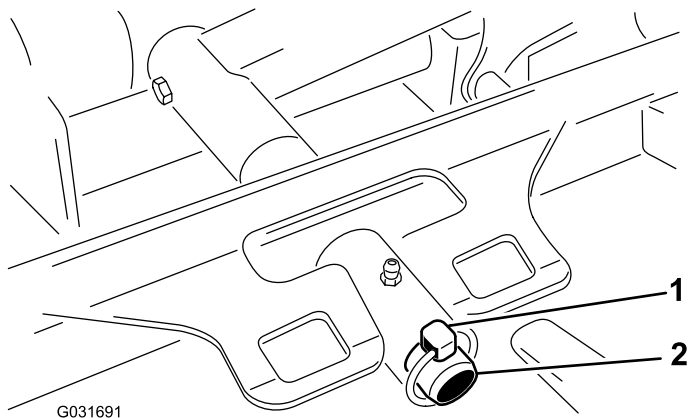

図 80
- デッキのキャリアフレームを昇降アームのピボットピンに固定しているリンチピンを外す図 80。
3. デッキのキャリアフレームを昇降アームのピボットピンに入れ、リンチピンで固定する 図 80。